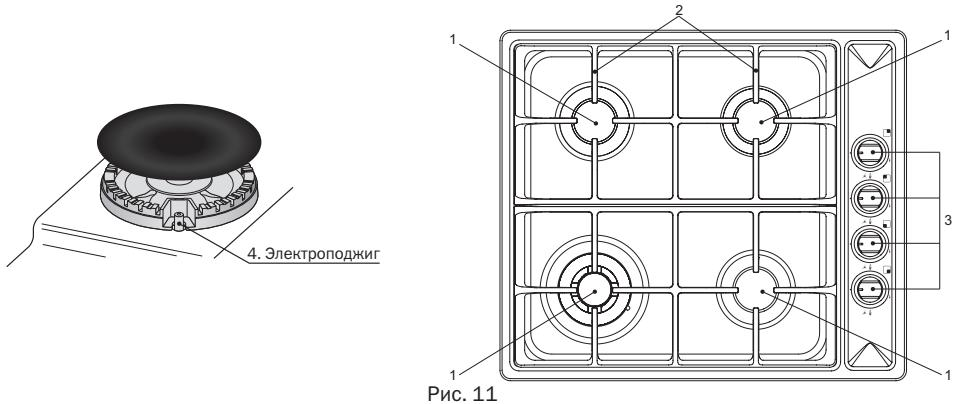

Рис. 11
• Модели с электроподжигом (Рис. 11) оснащены специальными газовыми кранами с функцией электрического поджига. В этом случае символ электроподжига «» изображен около каждой ручки управления.
• Включение газовой горелки с газконтролем (Рис. 11). Нажмите и поверните ручку, соответствующую выбранной газовой горелке, против часовой стрелки к позиции «» (сильное пламя), подержать до воспламенения газа.